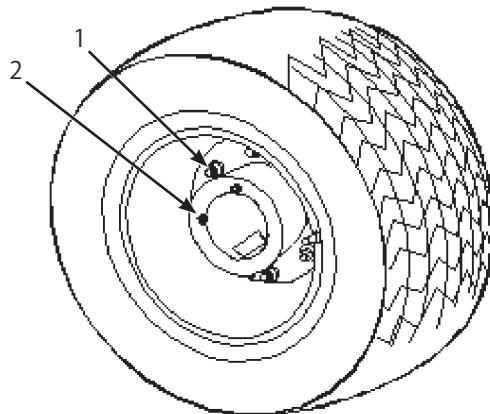

図46
6. 今度は点検/ドレンプラグが図46の位置(補給位置)にくるように駐車する。